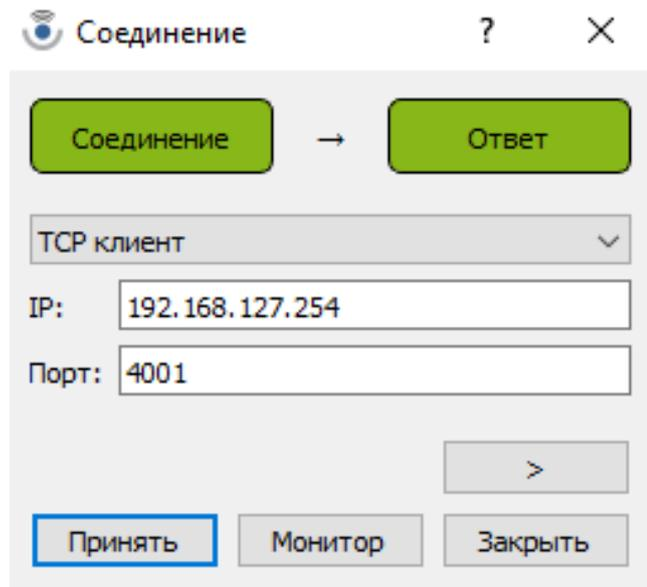

Рисунок 28 – Вкладка «Наведение»
3.3.3.2.5 Окно «Соединение» (рисунок 28)